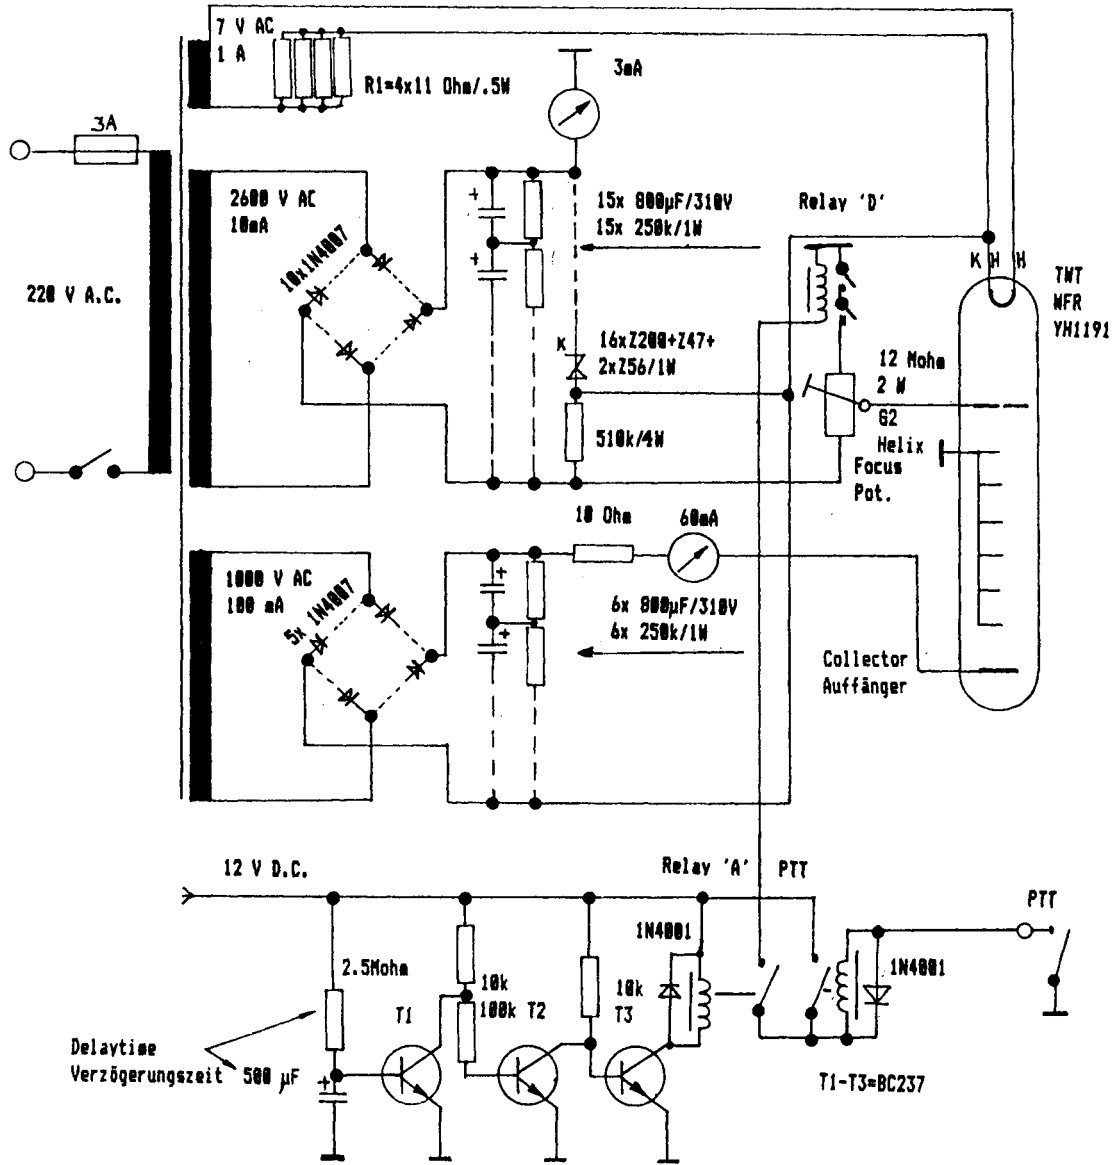

Fig. 1
Die in den Datenblättern angegebenen Toleranzen der Spannungen gelten für kommerziellen Betrieb, welcher zuverlässig über tausende von Betriebsstunden gewährleistet werden muß. Für den Amateurbetrieb können einige dieser Toleranzanforderungen ignoriert werden. Einige allerdings müssen strikt eingehalten werden, um die WFR nicht zu zerstören. So muß z.B. die Wendelspannung unbedingt stabilisiert sein, alle anderen Spannungen nicht. Wenn die Netzspannung nicht mehr als von 210V bis 230V schwankt, braucht die Heizung nicht stabilisiert zu sein. Die G2 Spannung und die Auffängerspannung brauchen auch nicht stabilisiert zu sein. Fig. 1 zeigt ein Netzteil, welches beim Verfasser eine WFR YH1191 (X-Band 25W output bei 44dB Verstärkung) versorgt.
The datasheet values are valid for commercial use only because the must of reliability and thousands of operation hours. For amateurradio use most restrictions of operational tolerances can be disregarded. Only some very important restrictions have to be respected to keep the TWT alive. The only Voltage which must be stabilized is the Helix voltage. When the meanpower doesn't librate more than +/-10 V from 220V AC, no stabilizing of heatervoltage is necessary. G2 Voltage isn't necessary to be stabilized as well as the collector Voltage can librate +/- 200V of manufacturers specification. Fig. 1 shows a powersupply for the X-Band TWT YH1191 factured by AEG/Telefunken (25W rf output and 44dB gain), used by the writer.
8.) Power On Delay circuit. Under power-on period pay attention to that the relay "D" can't be activated until the heater current of the TWT arrives the recommended value. (abt. 1.5 min after power-on). The power-on delay circuit is realized by T1-3 Fig.1. The PTT relay "D" can only be activated after the delay circuit has activated the relay "A". All voltages can supply the TWT immediately after power-on.